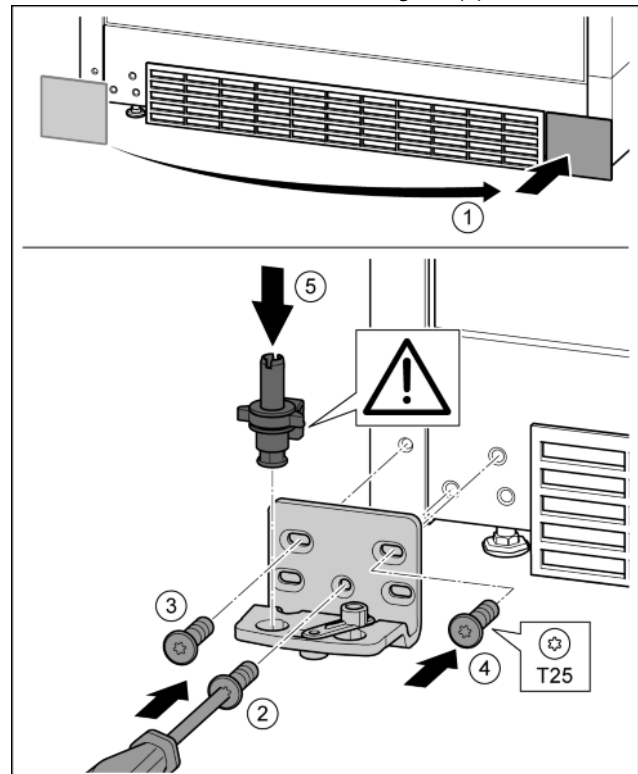

Fig. 13
- ▶ Enlever le cache et le mettre de l'autre côté. Fig. 13 (1)
- ▶ Poser le support de palier de l'autre côté et le visser à l'aide d'un tournevis T25. Commencer par la vis 2 en bas au milieu. Fig. 13 (2)
- ▶ Visser les vis 3 et 4. Fig. 13 (3, 4)
- ▶ Mettre en place l'axe de palier complet. Veiller à ce que l'ergot d'enclenchement soit orienté en arrière. Fig. 13 (5)